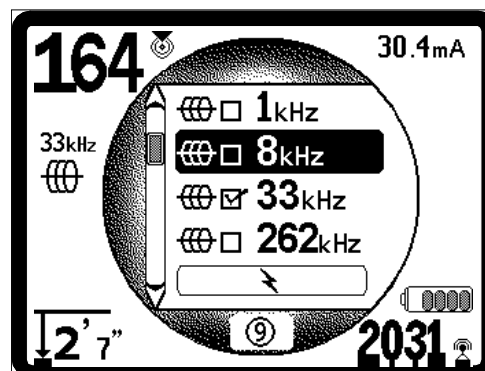

Abbildung 15: Hervorheben der gewünschten Frequenz (8 Hz)
2. Markieren Sie mittels der Auf-/Abwärtstasten die gewünschte Frequenz (Abbildung 15). In diesem Beispiel aktiviert der Benutzer eine Frequenz von 8 Hz.